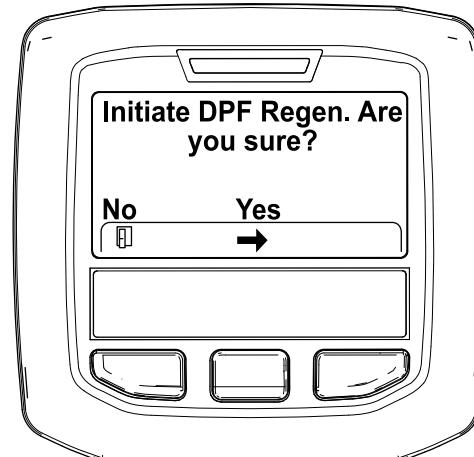

Figure 47
4. Quand le message « Initiate DPF Regen. Are you sure? » (lancer régénération FAP. Êtes-vous sûr(e) ?) s'affiche, appuyez sur le bouton central (Figure 47).